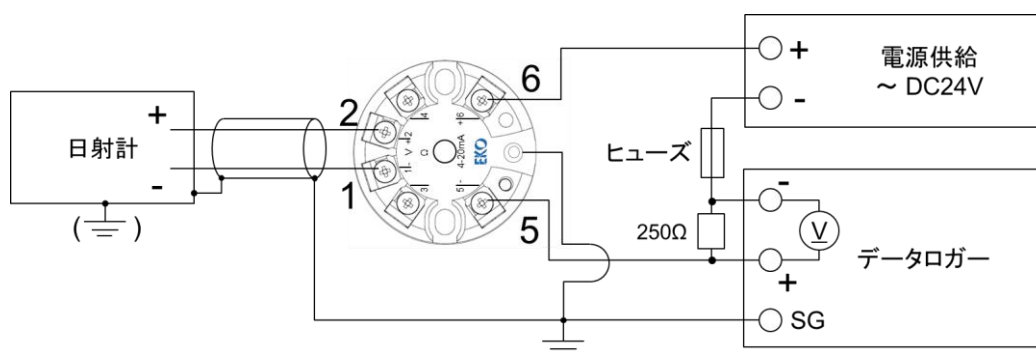

図 5-3. 配線図例(電圧計を用いる場合)
- ・電圧計を用いる場合: 図 5-3 の例に示す通り、4-20mA 電流ループ回路にシャント抵抗を挿入し抵抗の両端電圧を計測する方法。挿入するシャント抵抗値として例えば 250Ω を用いた場合、4-20mA は 1-5V に変換されます。ご使用になる電圧計の計測レンジに合わせてシャント抵抗をご用意ください。なお、シャント抵抗を挿入することで電圧降下が発生しますので、電源電圧選定の際はこの点ご注意ください。
電圧計を用いる場合 (別途、シャント抵抗が必要となります) (図 5-3)